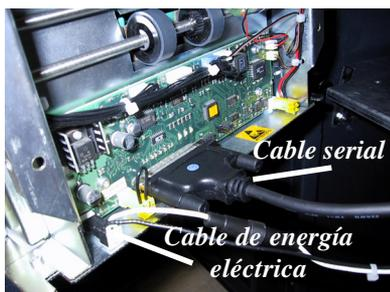

Figura 3. Los cables de comunicación serial y de energía de CC están conectados.
6. Remítase a la Figura 3. Enchufe los cables de datos y energía en los conectores de acoplamiento en la parte trasera del dispensador. Asegúrese que el gancho blanco de tensión en el cable de energía esté apuntando hacia abajo. Asegúrese que los pernos de mariposa en los cables de datos estén bien ajustados.